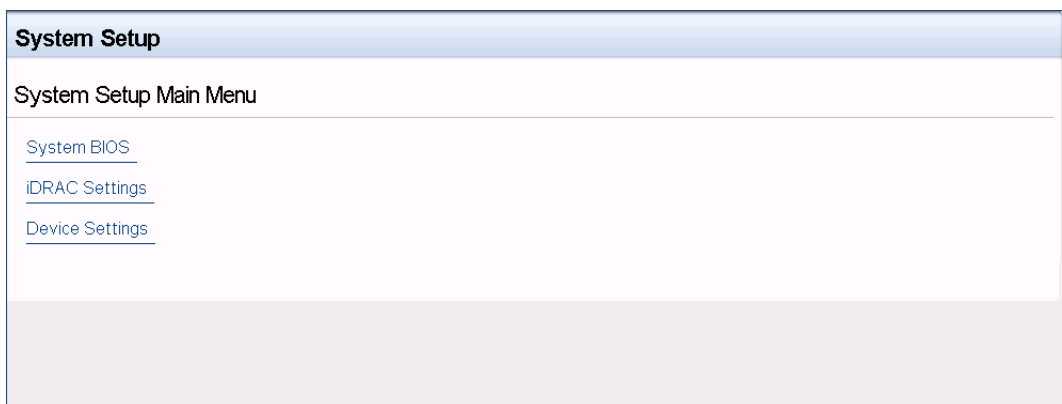

Figure 5-1. Configuration du système
2. Dans la fenêtre de configuration du système (Figure 5-1), sélectionnez **Paramètres de périphérique**, puis appuyez sur ENTRÉE.